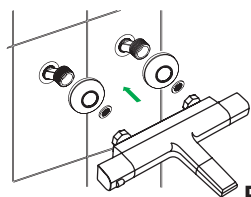

Рис. 3
2. Установите на эксцентрические переходники декоративные чашки (отражатели) и, используя инструмент с мягкими накладками, присоедините корпус смесителя, чтобы отметка горячей воды на смесителе совпала с эксцентриком подачи горячей воды из системы водоснабжения (рис. 3). Если при этом излив оказался аэратором вверх, поверните только излив в положение аэратором вниз. Если выход для подключения душевой стойки оказался внизу смесителя, выкрутите на верхней поверхности заглушку в корпусе смесителя и поменяйте ее местами с выходом для подключения душевой стойки.